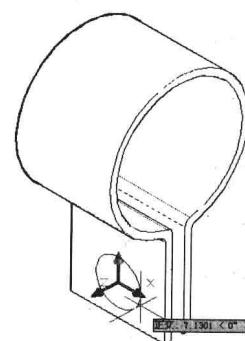

图 8-3-23
- (7) 输入“10”，按 Enter 键，确定圆心的位置，这时动态 UCS 坐标轴就会移至该点位置，如图 8-3-23 所示。输入“5”，按 Enter 键，在实体的侧面绘制一个圆对象。